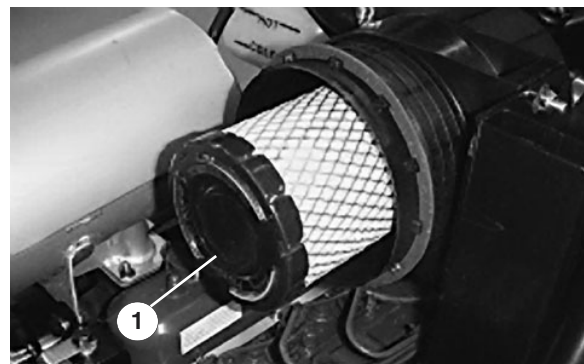

Figure 20
2. Sortez l'élément filtrant (Fig. 20) du corps du filtre avec précaution pour ne pas déloger trop de poussière. Evitez de cogner l'élément contre les parois du filtre.